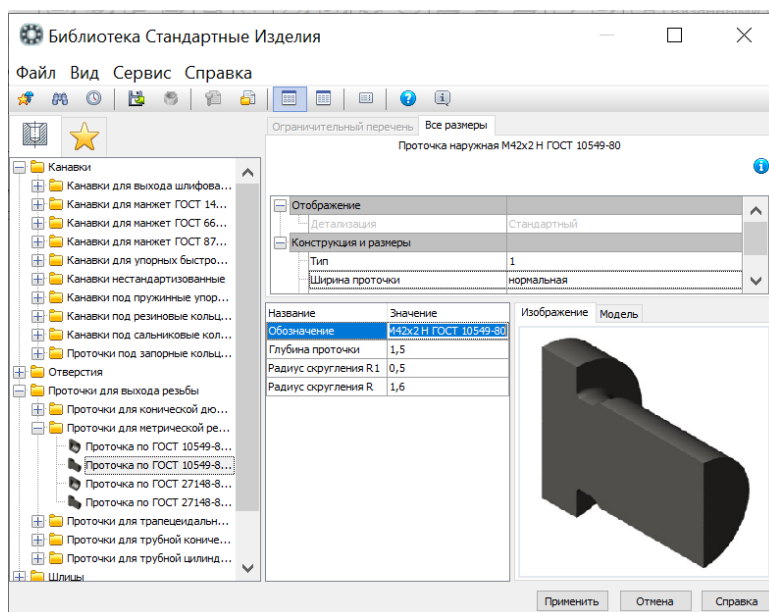

Рис. 8 Параметры проточки
- **Назначение параметров проточки.** Тип проточки – 1, ширина – нормальная (рис. 8, 9).